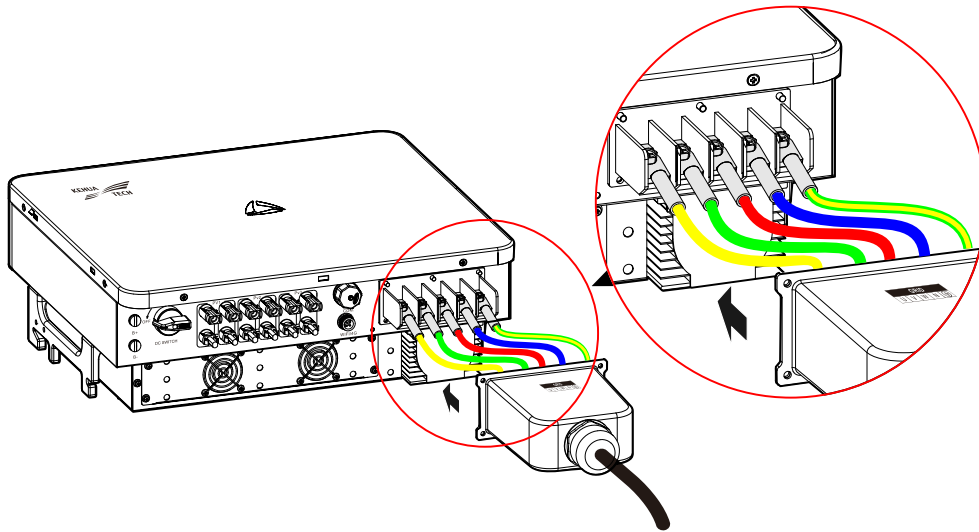

Figura 3-24 Conecte o fio de saída CA
- Etapa 2 Passe o cabo de saída CA pela tampa à prova d'água da saída CA, prenda-os aos terminais DT/OT e depois ao terminal de fiação correspondente com uma chave de fenda, conforme mostrado na Figura 3-24.